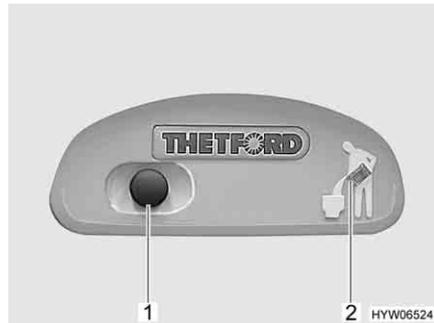
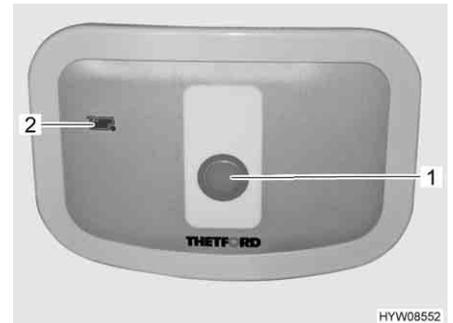

Bild 252 Spülknopf/Kontroll-Leuchte Thetford-Toilette
Bild 253 Spülknopf/Kontroll-Leuchte Thetford-Toilette (Alternative)
- Zum Spülen den blauen Spülknopf (Bild 252,1 bzw. Bild 253,1) drücken.
Die Kontroll-Leuchte (Bild 252,2 bzw. Bild 253,2) leuchtet, wenn der Fäkalientank entleert werden muss.